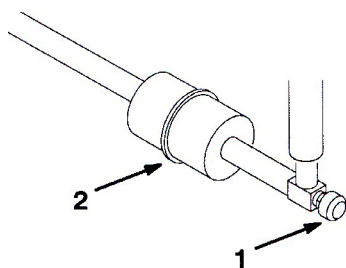

図 40
燃料フィルタはインライン・タイプで、燃料タンクとキャブレタの間に設置してあります (図40)。800 時間ごと、又は燃料の流れが悪くなれば交換してください。フィルタに付いている矢印をエンジンの方に向けて取り付けてください。
1. 燃料バルブを閉じ、フィルタのキャブレタ側についているホース・クランプをゆるめ、燃料ラインからフィルタを外す (図40)。
2. フィルタの下に容器を置き、もう一方のクランプも外してフィルタを取り出す (図40)。